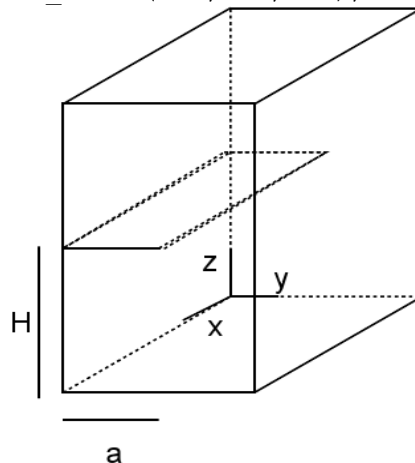

Figure 3.2-a : Barreau fissuré
- si on souhaite définir un barreau fissuré de part en part dans son plan à la hauteur $z = H$ (voir [Figure 3.2-a], sur laquelle la fissure est hachurée) :
- si on souhaite définir une fissure elliptique dans un massif infini dans un plan à la hauteur $z = H$ (voir [Figure 3.2-b], sur laquelle la fissure est hachurée) :